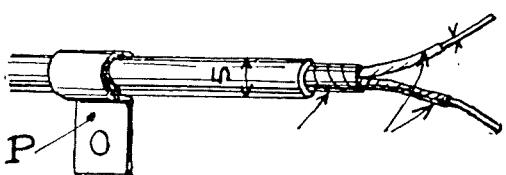

FIG. 3. — Canalisation.
3) Canalisation. — Nous conseillons l'emploi de petit câble électrique sous plomb à 2 conducteurs de cuivre ayant chacun 6 à 7/10 de millimètre de diamètre (6/10 est le diamètre minimum). Ce câble, très usité dans le commerce est à gaine soie et coton 2 couleurs, recouvert de ruban paraffiné, le tout passé dans une gaine de plomb. Il se fixe très facilement au moyen de petites pattes. (Voir figure 3).